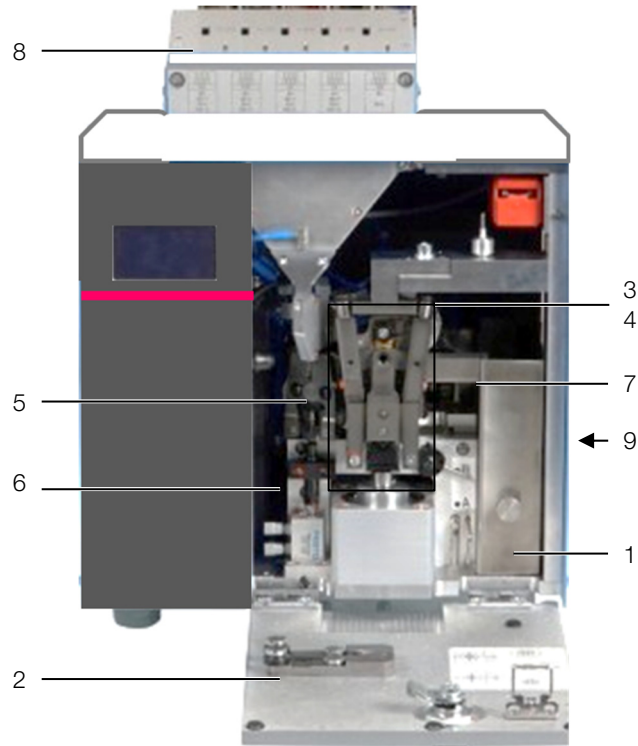

Imagen 16: Resumen de los puntos de mantenimiento
- Afloje los tornillos y retire la cubierta (imagen 16, pos. 8)